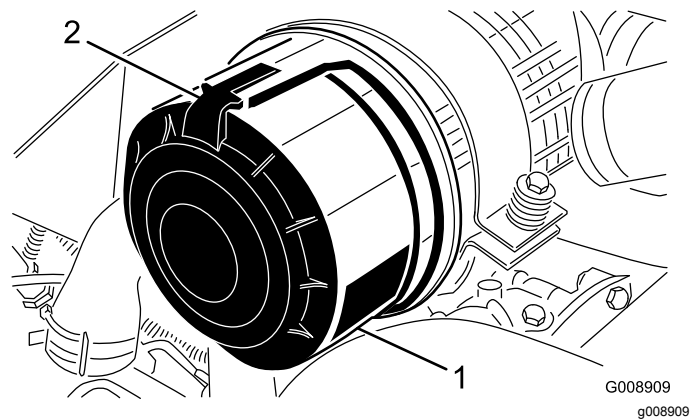

Figure 79
1. Desserrez les attaches qui fixent le couvercle sur le boîtier du filtre à air (Figure 79).